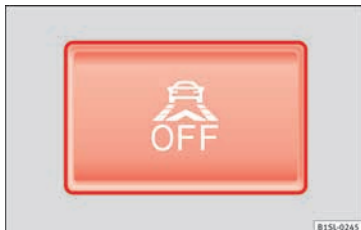

Fig. 152 Sur la partie inférieure de la console centrale : touche de la fonction d'assistance au freinage en ville.
La fonction d'assistance au freinage en ville a été activée à l'aide du bouton fig. 152.
Dans la zone de fonctionnement de 5-30 km/h (3-19 mph) : la fonction d'assistance au freinage en ville a été désactivée à l'aide du bouton » fig. 152.
Activer la fonction d'assistance au freinage en ville à l'aide du bouton » fig. 152.
- Appuyez sur la touche »» **fig. 152** de la console centrale.